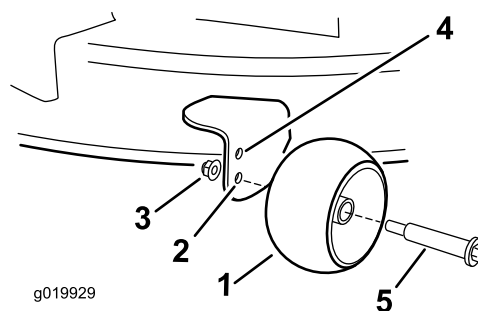

Figura 18
- Foro superiore – utilizzare questa posizione con il piatto di taglio a un'altezza di taglio di 63 mm e inferiore (Figura 18).
- Foro inferiore – utilizzare questa posizione con il piatto di taglio a un'altezza di taglio di 76 mm e superiore (Figura 18).